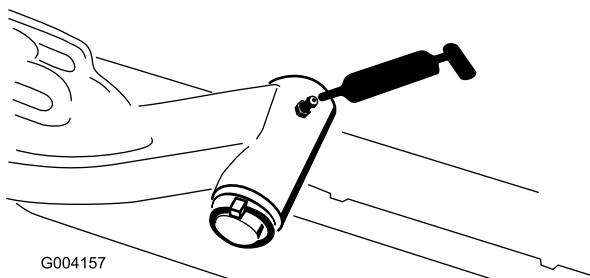

Figure 45
- Axe de pivot des bras de relevage (x 1) (Figure 45)